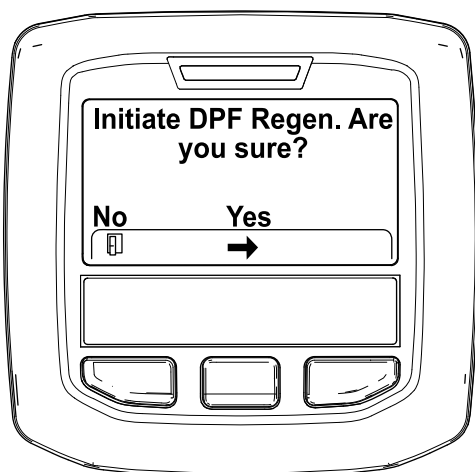

図 33
4. Initiating DPF Regen DPF 再生開始 Are you sure? というメッセージが表示されるので、中央ボタンを押す 図 33。